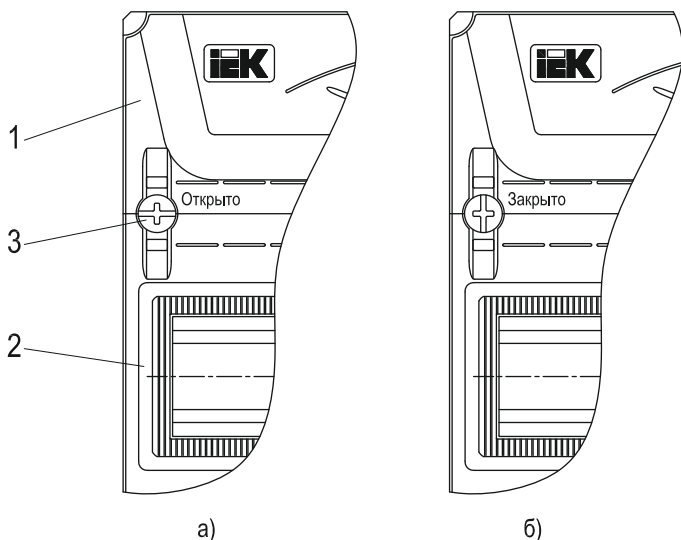

Рисунок 2 – Оперативная панель
4.4 Оперативная панель выполнена сборной, состоящей из торцевых (1) и линейных (2) модулей и крепёжных клипс (3) (рисунок 2). На линейных модулях имеются окна для выхода модульной электроаппаратуры, в нижнее окно установлена заглушка (только для корпусов с двумя окнами и более).
6.1 Открыть дверь корпуса и посредством отвёртки повернуть крепёжные клипсы на оперативной панели на угол 90° (шлиц на головке клипсы должен встать параллельно Т-образной направляющей TH35-7,5 (ГОСТ IEC 60715)), при этом панель отщелкнётся со стоек, и её можно снять (рисунок 2а). Торцевым гаечным ключом на 10 мм открутить гайки и демонтировать из оболочки монтажную раму.